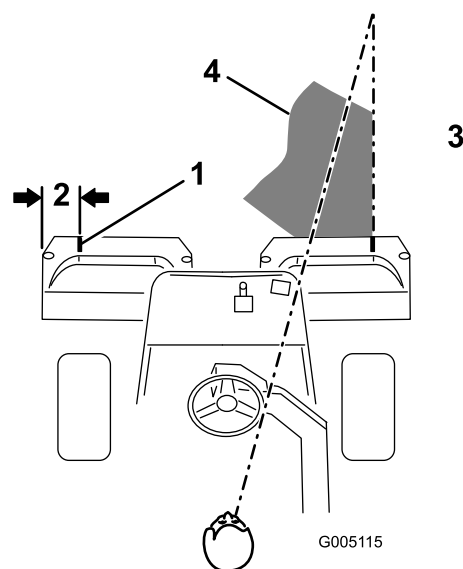
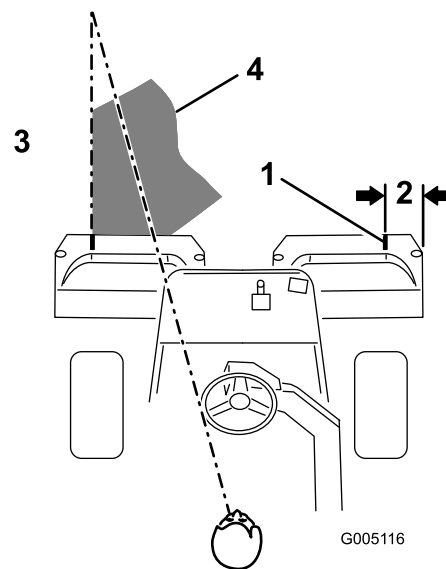

Figura 40
Figura 41
2. Coloque uma fita branca ou pinte um tira em cada um dos cestos, paralelamente à extremidade exterior de cada cesto (Figura 40).
- Sobreponha uma quantidade mínima com o corte anterior nas passagens adicionais. Para cortar em linha recta ao longo do relvado e de modo a conseguir manter uma distância equitativa entre a extremidade da zona de corte anterior, estabeleça uma linha imaginária de aproximadamente 1,8 a 3 metros à frente da máquina até a extremidade da zona por cortar (Figura 40 e Figura 41). Alguns utilizadores acham útil incluir a borda exterior da roda motriz na linha imaginária; por exemplo, mantenha a extremidade da roda motriz alinhada com um ponto que se mantém sempre à mesma distância da dianteira da máquina (Figura 40 e Figura 41).